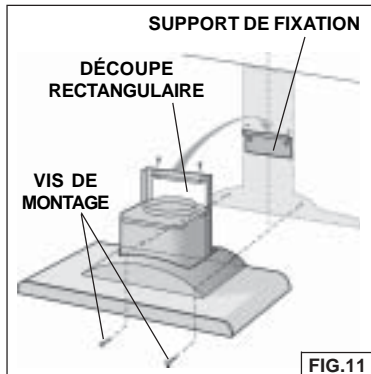

FIG.11
- Alignez l'ouverture rectangulaire située à l'arrière de la hotte avec le support de fixation murale. Abaissez lentement la hotte jusqu'à ce qu'elle s'emboîte avec le support (fig. 11).
- Mettez la hotte à niveau et fixez-la au moyen de deux (2) vis de montage. Si vous ne disposez pas de poteaux de cloison ni d'armature, utilisez les ancrures murales fournies (fig. 11).